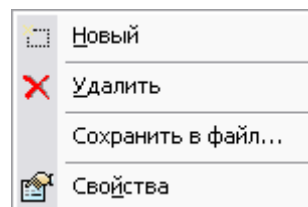

Рис. 88
2. В появившемся контекстном меню выберите пункт **Новый** (Рис. 88).
С типами характеристик можно проделать следующие операции (Рис. 88) :